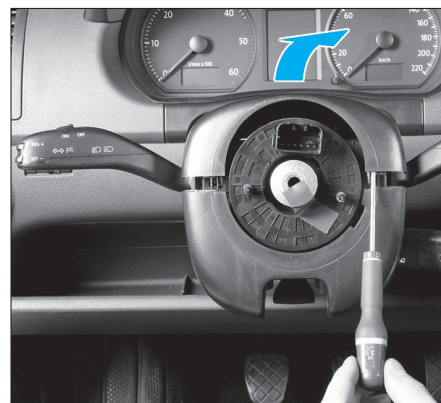

Fig. 28
- Dégrafer la face avant de la demi-coquille supérieure en la tirant vers le haut (Fig.28).